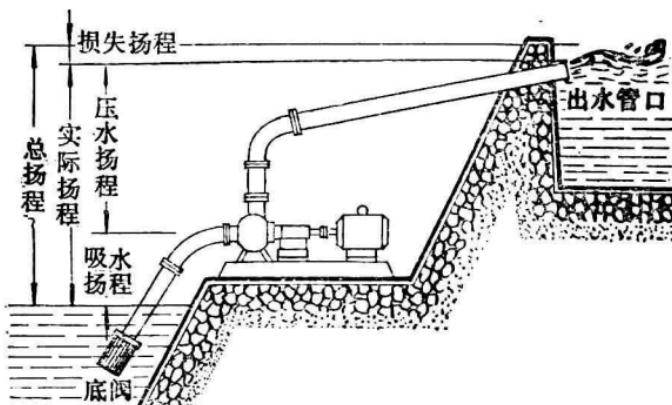

图 3—6 扬 程
3.扬程 就是水泵抽水的高度, 用米作单位。扬程一般分吸水扬程、压水扬程、实际扬程、损失扬程和总扬程, 其关系如图 3—6 所示。